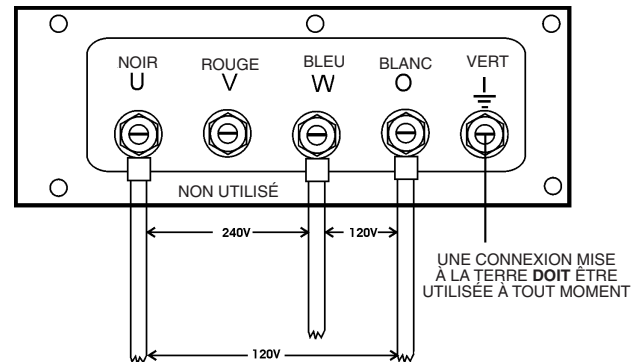

Figure 28. Cosses de sortie UVWO
2. Connecter les fils de charge aux bornes UVWO comme indiqué dans Figure 28.